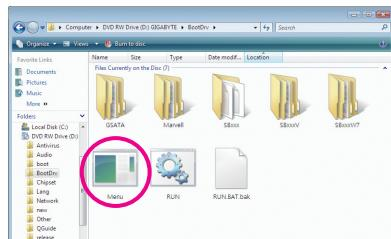
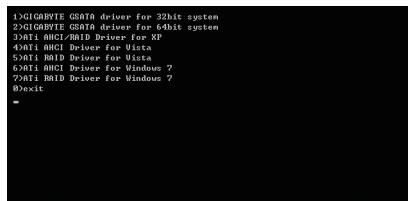

図 2
図 3
- 2: 光学ドライブフォルダから、BootDrvフォルダの **Menu.exe** ファイルをダブルクリックします（図2）。図3のようなコマンドプロンプトウインドウが開きます。
- 3: 空のフォーマット済みディスクを挿入します。メニューから対応する文字を押すことでコントローラドライバを選択し、<Enter>を押します。例えば、Windows XP オペレーティングシステムの場合図3のメニューから3) ATI AHCI/RAID Driver for XPを選択します。